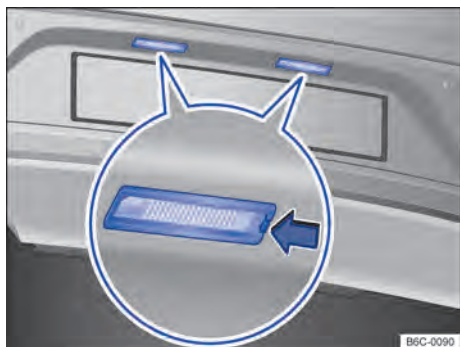

Fig. 187 En el parachoques trasero: luz de la placa de licencia.
- 2 Con la ayuda de un destornillador, presionar la traba → fig. 187 (flecha) para desmontar el conjunto.